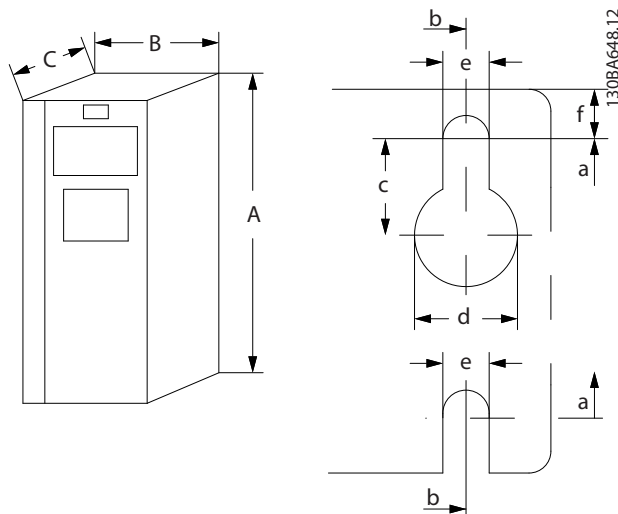
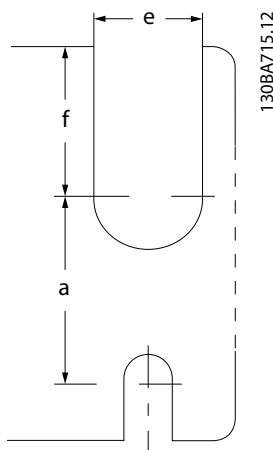

Рисунок 7.2 Верхнее и нижнее монтажные отверстия (см. глава 7.9 Номинальная мощность, масса и размеры)
Рисунок 7.3 Верхнее и нижнее монтажные отверстия (B4, C3 и C4)
1) Верхнее и нижнее монтажные отверстия см. в Рисунок 7.2 и Рисунок 7.3.